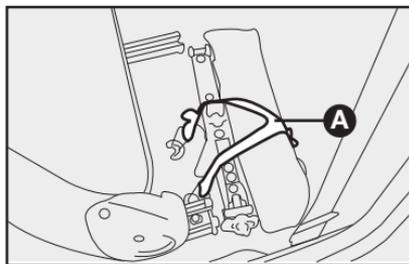

fig. 11
- Rebater o encosto do banco do motorista e soltar o elástico de fixação **A-fig. 11**, retirando o macaco, manivela, a bolsa de ferramentas e o triângulo;